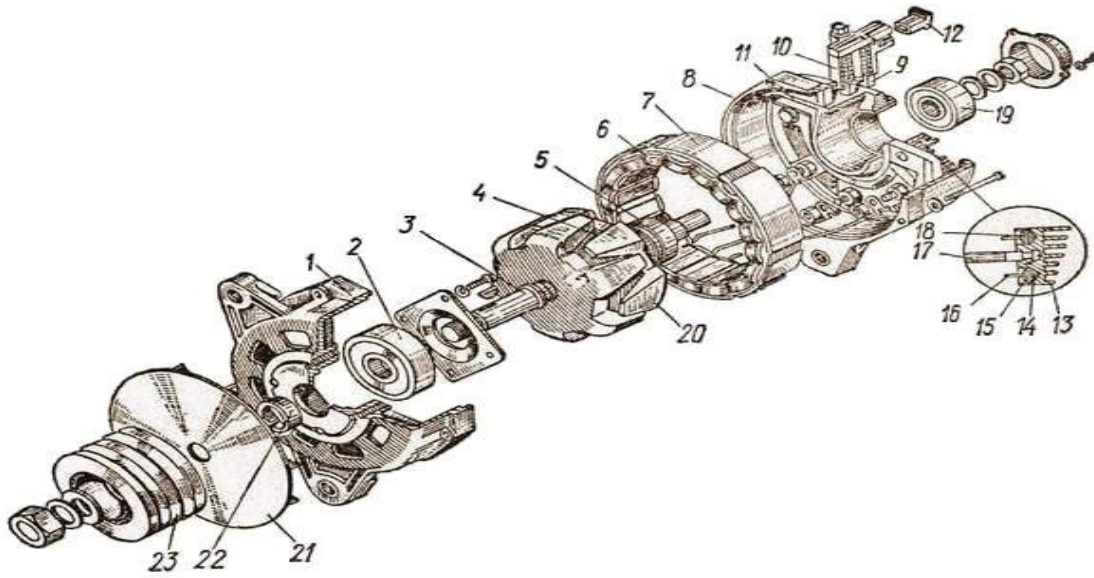

Рис.1 Генератор
29. Цифрой 11 на рис. 1 обозначено: